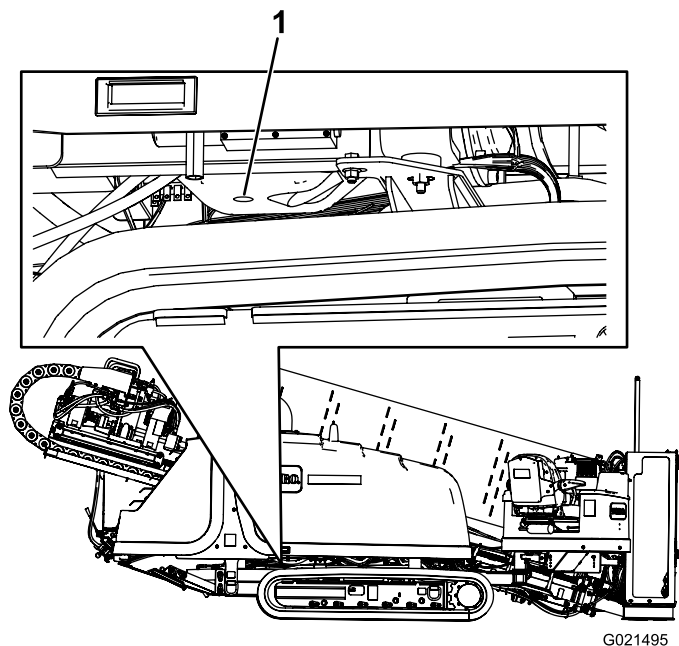

Рисунок 125
- Снимите пробку слива (Рисунок 125).
- Установите сливную пробку на сливной штуцер (Рисунок 125).